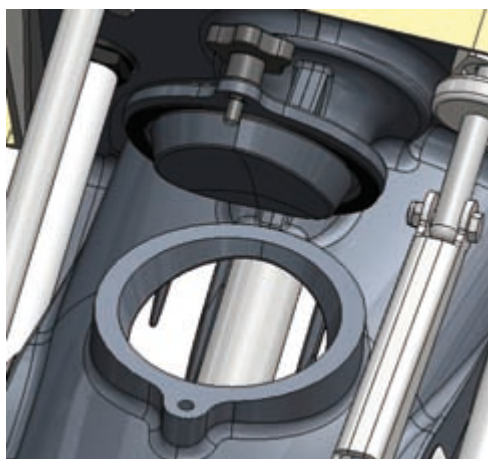

Рисунок 32. Открытый смотровой люк
1. Откройте смотровой люк (рис. 32).